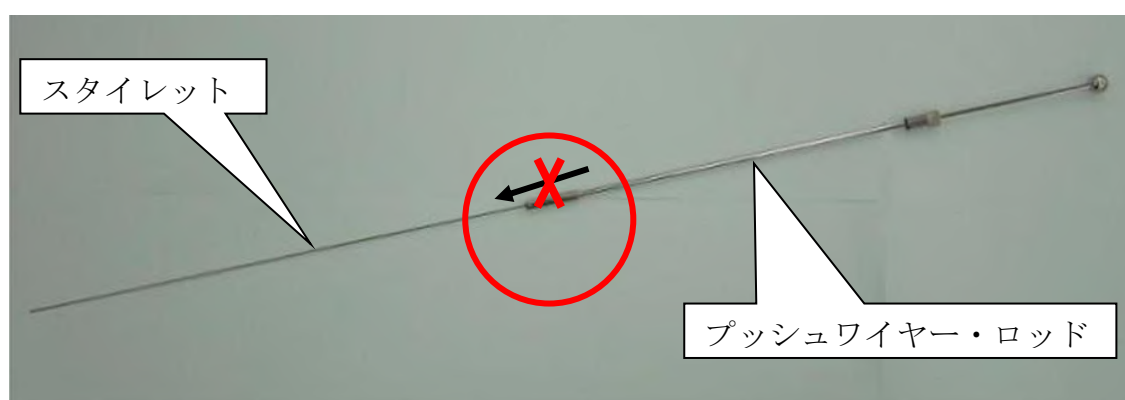
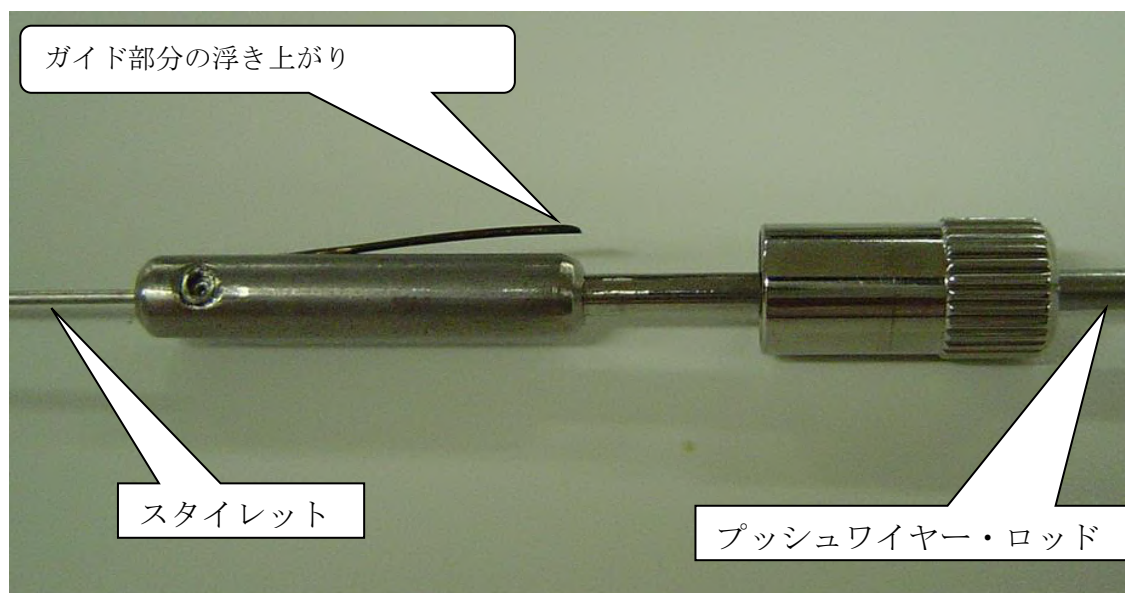

図 12 エンド・キャップ及びプッシュワイヤー・ロッド・アセンブリー全体像
図 13 プッシュワイヤー・ロッド・アセンブリーのガイドの変形状況
挿入術後のアプリケーションの洗浄・滅菌において、アプリケーションから取外したエンド・キャップ及びプッシュワイヤー・ロッド・アセンブリー（図 12）に付着した洗浄液等をふき取る際、ガーゼ等がプッシュワイヤー・ロッド・アセンブリーのガイドに引っかかり、図 13 のようにガイド部分が浮上る場合があります。ふき取りに当たっては、以下のような手順で対処をお願いします。
- (1) エンド・キャップ及びプッシュワイヤー・ロッド・アセンブリーの洗浄液等のふき取りについては、ガイド部分にガーゼ等が引っかからないようにスタイレットの先端からガイドに向かって押すようにして、慎重にふき取ってください。
- (2) ガイド部分に関しては、図 12 のロッド方向からスタイレット方向へのふき取り操作は行わないでください。ガイド部分にガーゼが引っかかると浮上りを招く危険性があります。
- (3) プッシュワイヤー・ロッド・アセンブリーのガイド部分に浮上りが確認された場合（図 13）は、当該エンド・キャップ及びプッシュワイヤー・ロッド・アセンブリーは使用せず、必ず新しいものと交換してください。